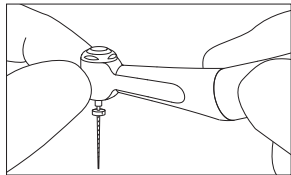

Fig. 4
- 3) Régler la vitesse de rotation à $1\,000\text{ min}^{-1}$ (mode Endodontique rotatif, rapport de vitesse de 6:1, $1\,000\text{ min}^{-1}$), puis faire tourner la pièce à main pendant environ une (1) minute. Pendant la rotation, vérifier tout comportement inhabituel de l'instrument (rotation, vibrations, bruits, etc.).
- 4) À l'arrêt de la pièce à main, s'assurer qu'elle NE PRÉSENTE aucune surchauffe (Fig. 4).